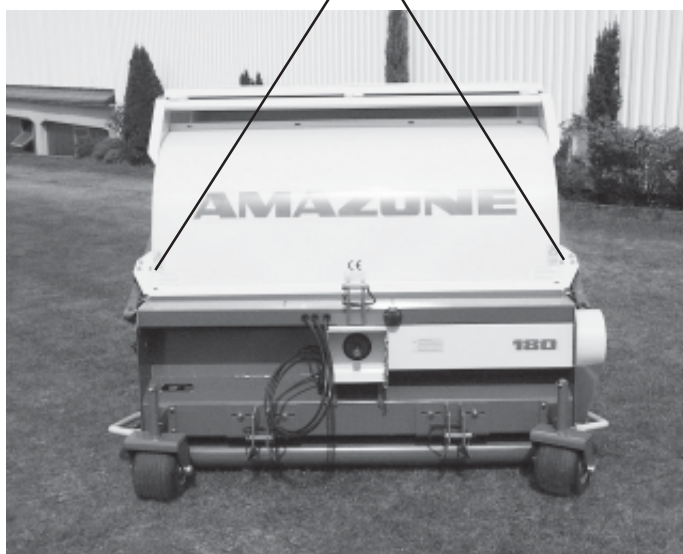

fig. 2
- Les figures 2, 3, 4 et 5 montrent les emplacements de fixation des pictogrammes et des panneaux de signalisation dont la signification est expliquée ci-après.